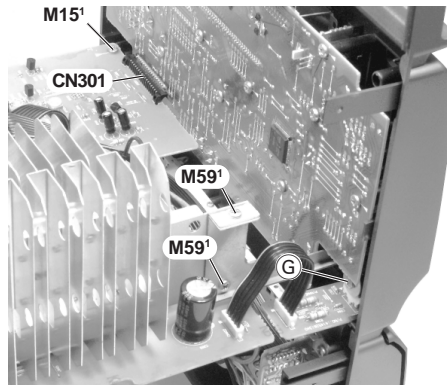

Fig. 26
- Schraube **M15¹**, 2 Schrauben **M59¹** und Schraube **Ⓞ** herauserschrauben (Fig. 26).
- Die über die Steckverbindung **CN301** (Fig. 26) mit der Frontplatte M37¹ verbundene Hauptplatte M60¹ abziehen.
- Undo screw **M15¹**, 2 screws **M59¹** and screw **Ⓞ** (Fig. 26).
- Pull off the main circuit board M60¹ which is plugged into the front circuit board M37¹ by **CN301** (Fig. 26).
- Schraube **G** (Fig. 26) herausschrauben.
- Undo screw **G** (Fig. 26).